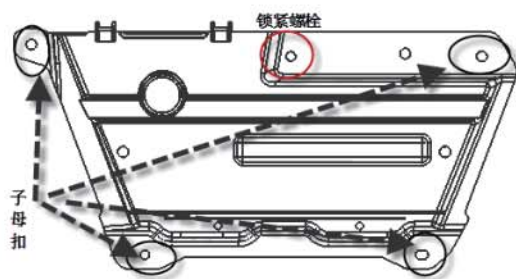

图 4-6-1 副车架挡泥板的拆卸示意图
- (1) 按图 4-6-1 中箭头所示，用一字起在四孔处依次拆卸子母扣（共 4 个）；
- (2) 用 10#套筒拆卸一个六角头自攻锁紧螺钉与平垫圈组合件。